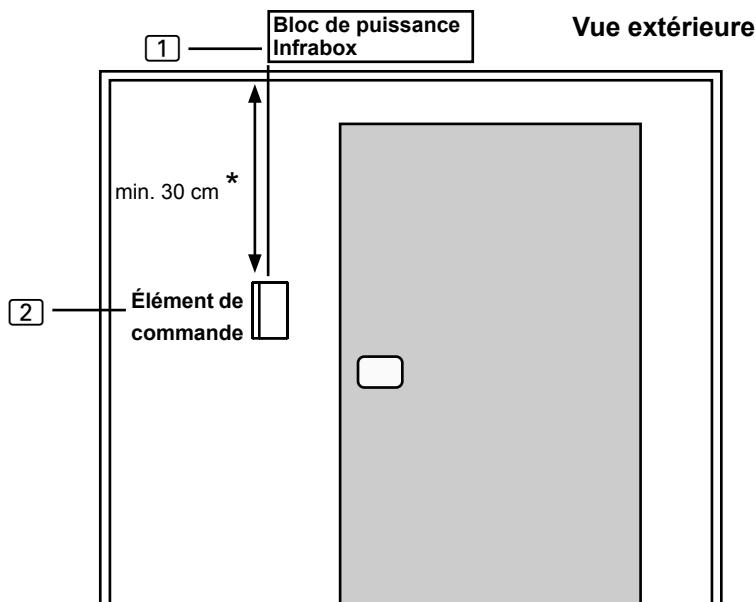

Fig. 2 Position du panneau de commande
Le panneau de commande **[2]** de la commande infrarouge est monté sur la paroi extérieure de la cabine à une distance maximale de 10 mètres du bloc de puissance **[1]** (voir Fig. 2). Pour le montage, une scie sauteuse usuelle, par exemple, est nécessaire pour réaliser la découpe pour le panneau de commande. Il est possible de monter le panneau de commande aussi bien dans la cabine qu'à l'extérieur de la cabine.
*En cas de montage à l'intérieur d'une cabine infrarouge, respecter une distance minimale de 30 cm par rapport au plafond de la cabine (voir Fig. 2 Position du panneau de commande à la page 11).